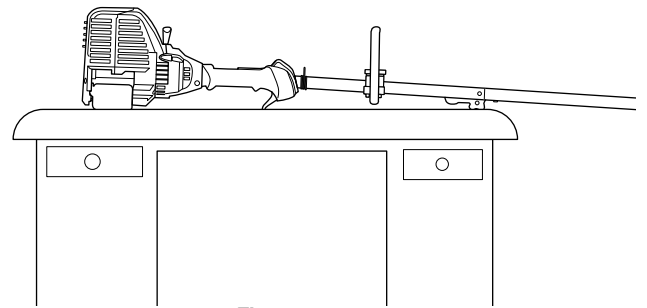

Fig. 11
2. **Ubique la unidad sobre una superficie plana y nivelada**, como un banco de trabajo o una mesa. El protector del cabezal de corte debe quedar colgando del borde de manera que el motor quede nivelado (Fig. 11).